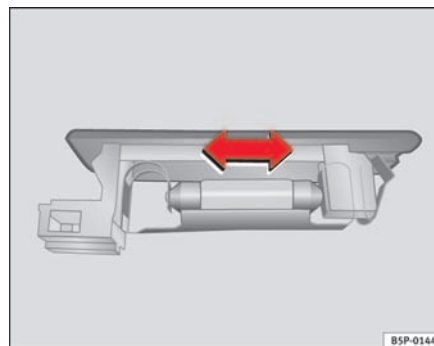

Abb. 188 Gepäckraumbeleuchtung
- Die Lampe zur Seite drücken und aus ihrer Halterung herausnehmen. ⇒ Seite 255, Abb. 188 ■